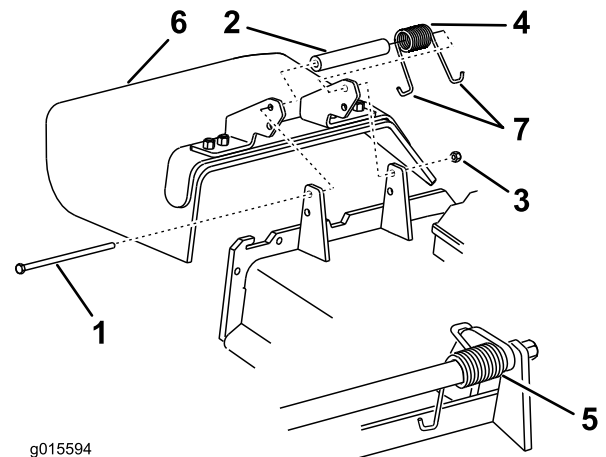

Figure 108
Remarque: Prenez soin de placer une extrémité en J du ressort derrière le bord du tablier avant de mettre le boulon en place, comme illustré à la Figure 108.
3. Remettez le boulon et l'écrou. Accrochez une extrémité en J du ressort au déflecteur d'herbe (Figure 108).